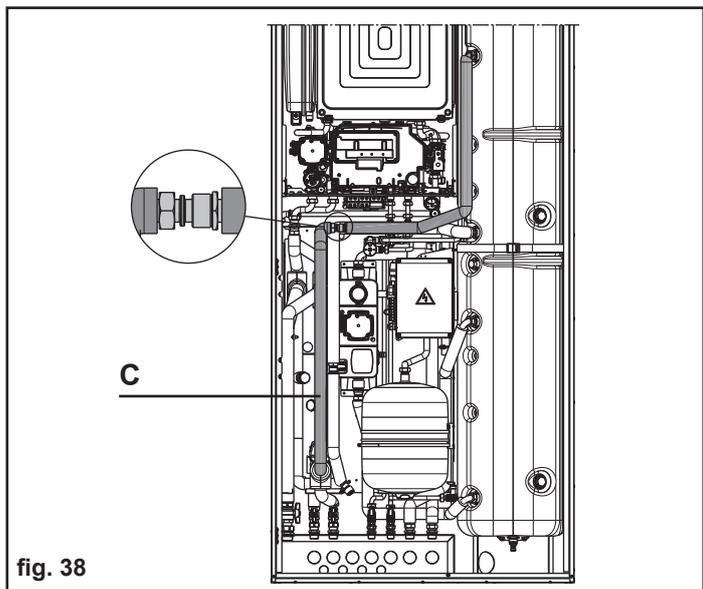

fig. 38
- La rampa di mandata (fig. 38 - C) è costituita da due pezzi e deve essere collegata all'ingresso del serpentino superiore ed alla valvola deviatrice posizionata nella parte bassa del Gruppo di distribuzione.